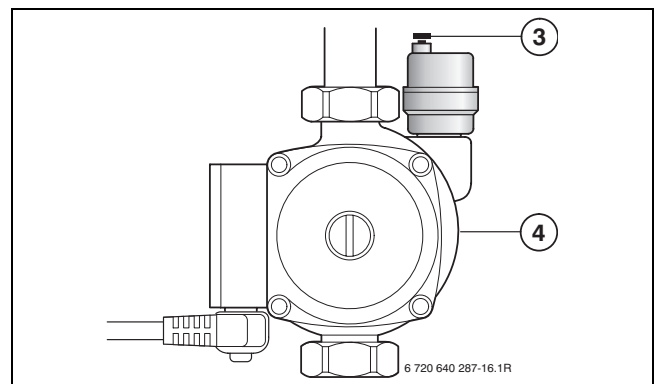

Fig. 18
- ▶ Vuelva a purgar la instalación mediante el purgador automático de la bomba solar (→ fig. 18, [3], pág. 16).